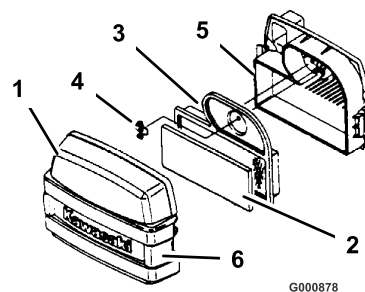

Figura 31
4. Pulite intorno al filtro dell'aria per evitare che la morchia possa penetrare nel motore provocando gravi danni. Sbloccate i due dispositivi di chiusura laterali e togliete il coperchio del filtro dell'aria (Figura 31).
5. Togliete con cautela l'elemento in schiuma sintetica dall'elemento di carta (Figura 31).
6. Svitare il dado ad alette e togliete l'elemento di carta (Figura 31).
1. Infilate con cautela l'elemento in schiuma sintetica sull'elemento di carta (Figura 31).
2. Collocate il gruppo filtro dell'aria sull'apposita base e avvitate il dado ad alette (Figura 31).
3. Montate il coperchio del filtro dell'aria ed i dispositivi di fermo (Figura 31).